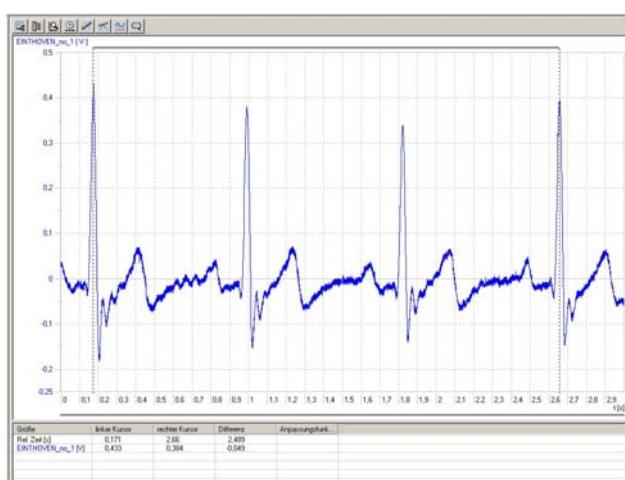

Fig. 2 Visualisation à l'écran de la mesure de l'ECG de repos pour la dérivation bipolaire d'EINHOVEN I avec 3B NETTM/lab (U11310)
- Démarrez le modèle, puis enregistrez la courbe de mesure de l'ECG présélectionné (dans ce cas : ECG de repos pour la dérivation bipolaire d'EINTHOVEN I) (Fig. 2).